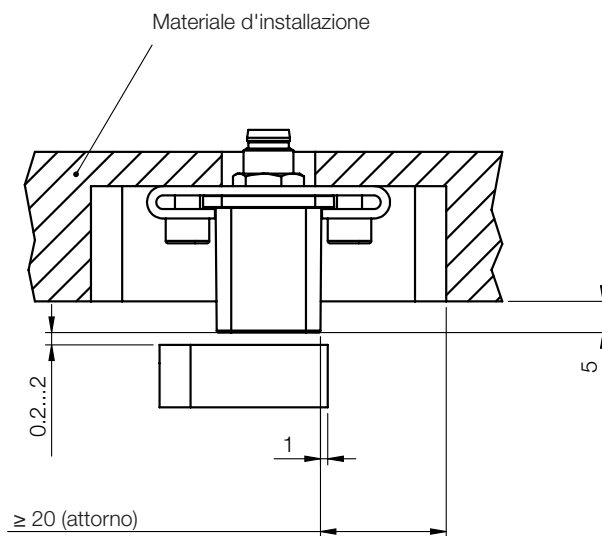

Fig. 4-3: Dimensioni di montaggio
- Per minimizzare l'influsso del segnale di misura attraverso il materiale d'installazione, attorno alla superficie attiva del BIP si deve mantenere uno spazio privo di metallo di circa 20 mm (vedere Fig. 4-3). Se, oltre al datore di posizione, dal BIP viene riconosciuto un ulteriore elemento metallico, si creano segnali di misurazione non validi.